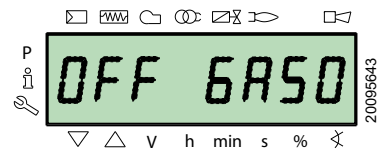

Fig. 41
- light oil “OFF GAS0” (Fig. 41)